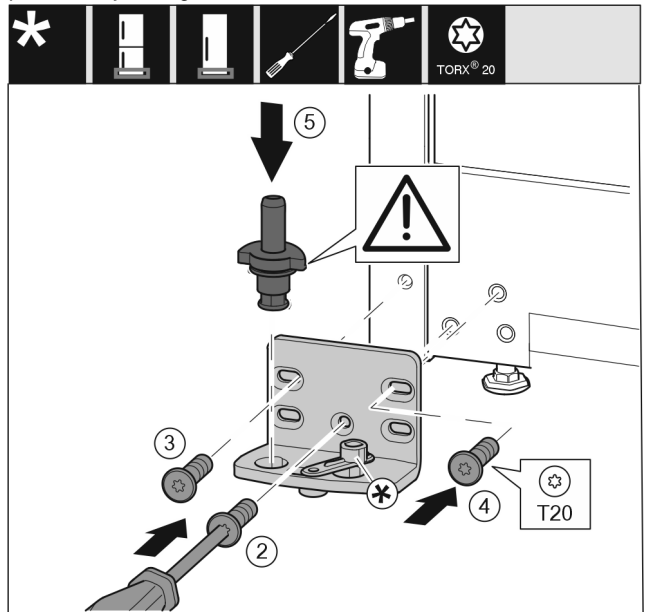

Fig. 19
- Pielieciet gultņa balstu otrajā pusē un pieskrūvējiet ar skrūvgriezi T20. Sāciet apakšā pa vidu ar skrūvi 2. Fig. 19 (2)
- Pieskrūvējiet skrūvi 3 un 4. Fig. 19 (3,4)
- Ievietojiet pilnīgi gultņa tapu. Uzmanieties, lai aiztura izcilnis būtu vērsts virzienā uz aizmuguri. Fig. 19 (5)